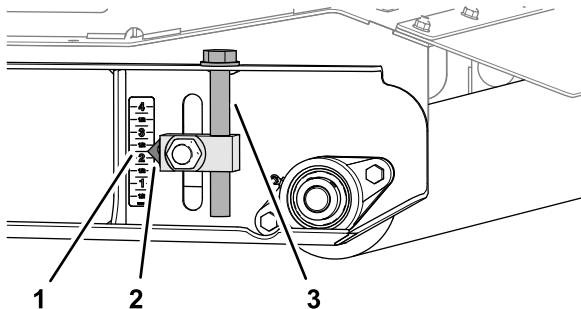

Рисунок 83
- На заднем валике поднимите левый и правый регуляторы высоты скашивания до метки $2\frac{1}{4}$ дюйма на наклейке (Рисунок 83).